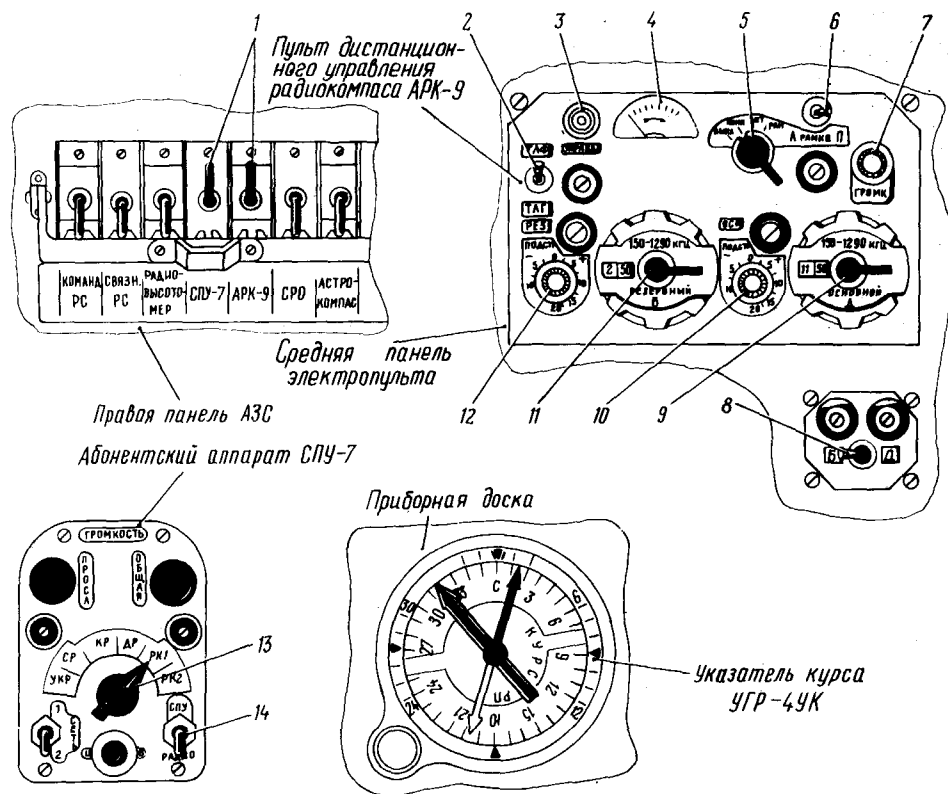

Рис. 33. К проверке работоспособности радиоконюаса АРК-9:
1. Установить переключатели 13 (рис. 33) на абонентских аппаратах СПУ в положение «РК1», а переключатели 14 «СПУ — Радио» — в положение «Радио».